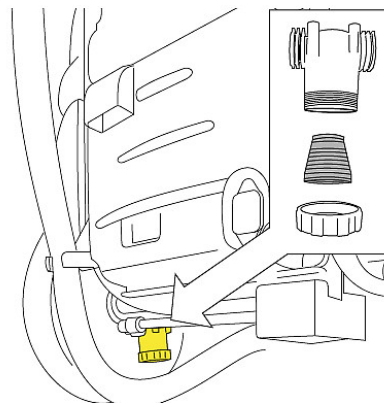

Abb. 42: Filter reinigen
Schritt 3: Entnehmen Sie den Filter (Abb.42) und reinigen Sie ihn.